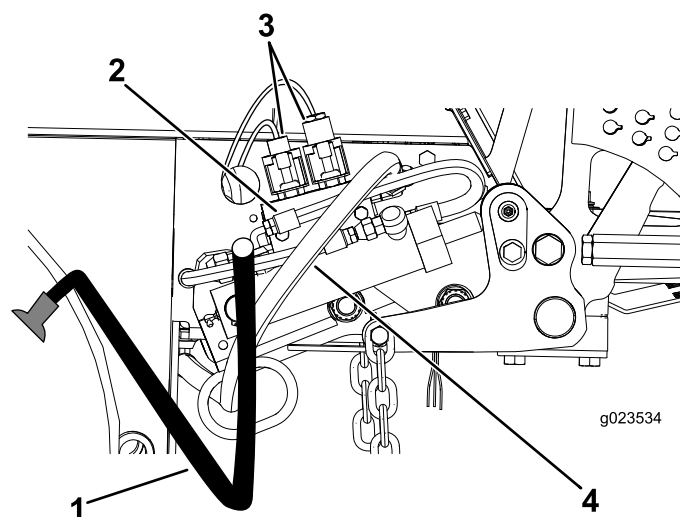

Figura 12
11. Pase el manguito de presión hidráulica y del depósito hasta la válvula de control y conéctelos (Figura 12).
12. Conecte los cables a los conectores eléctricos (Figura 12).